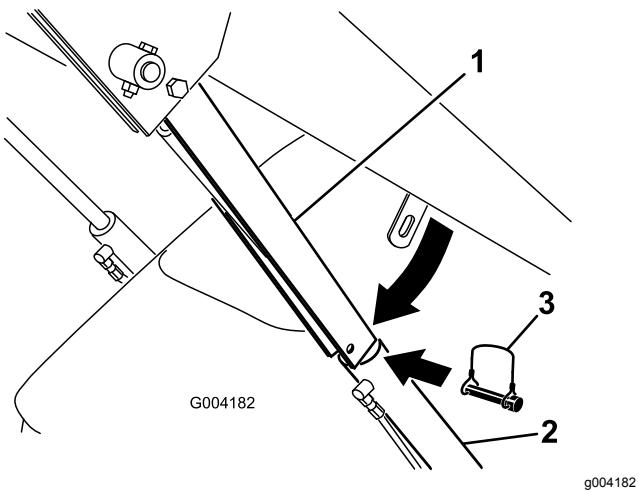

Figura 23
- Retire la pasador de seguridad que fija el bloqueo del cilindro al brazo de carga (Figura 23).
5. Baje el bloqueo del cilindro sobre la barra del cilindro y fíjelo con el pasador de seguridad (Figura 23).